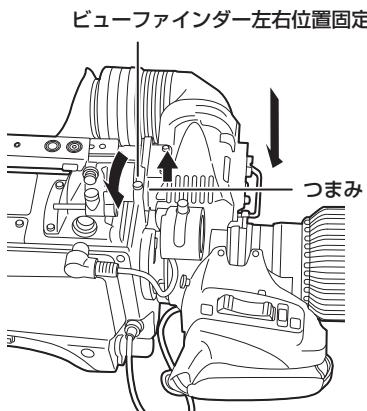

図1
- 2 取り付けプレートのつまみを引き上げ、プレートをスライドさせてビューファインダーを取り付ける。(図1)